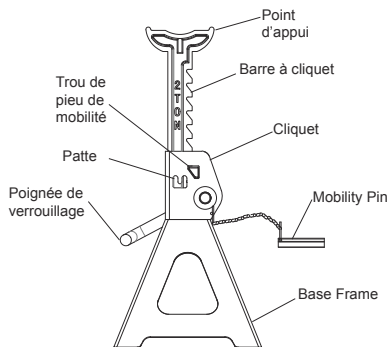

Figure 1 : Pièces d'une béquille de cric typique
3. Vérifiez que le produit est compatible avec l'utilisation que vous voulez en faire. Si vous avez des doutes, communiquez avec le soutien à la clientèle pour les produits de Pro-Lift au numéro (888)332-6419.
6. Le verrouillage de la barre à cliquet et de l'encliquetage se fait en pliant la patte (figure 1) vers l'intérieur à l'aide d'un marteau et d'un poinçon adéquats. La barre ne se déplacera pas de façon inattendue.